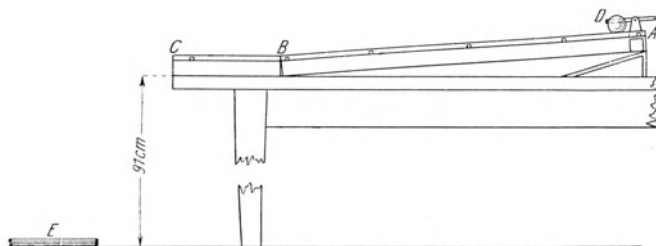

Fig. 74.
k) Füge an die 1 m lange Fallrinne  $AB$  (Fig. 74) die kurze Rinne  $BC$  unter Beachtung der Vorsichtsmaßregeln, die bei Versuch (d) angegeben worden sind, so an, daß  $C$  über dem Tischrand liegt. Befestige die kurze Rinne mit Zwingen oder Sorge irgendwie für ihre unveränderliche Stellung. Bringe an die Stelle  $D$  der Rinne das Blech des Auslösers und lege die Kugel dahinter. Laß die Kugel die Rinne